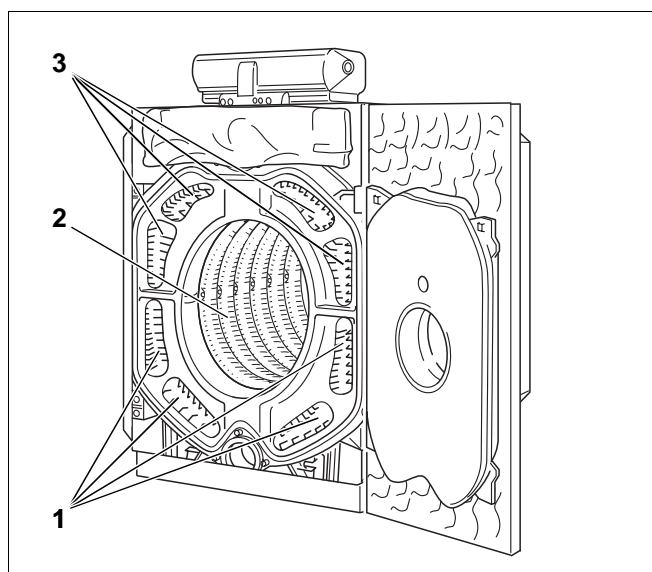

Рис. 58
- Газоотводящие каналы следует прочищать щетками 4 и 5 (рис. 58, поз. 1 и 3).
- Топочную камеру (рис. 58, поз. 2) нужно чистить щеткой 8.